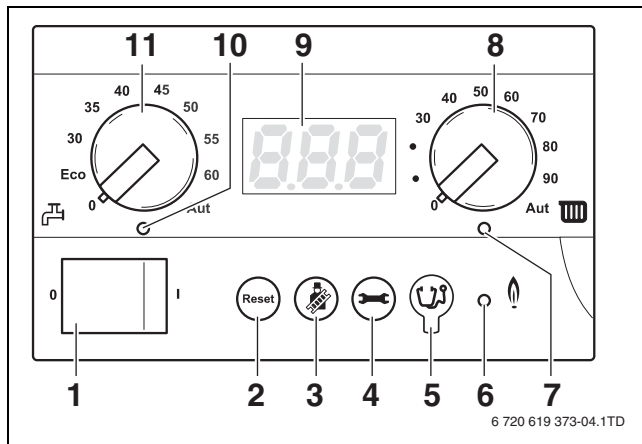

Bild 70 Basiscontroller BC10
- Heizungsanlage über dem Ein/Aus-Schalter des Basiscontrollers Logamatic BC10 (→ Bild 70, [1]) ausschalten.
- Heizungsanlage über dem Ein/Aus-Schalter des Basiscontrollers Logamatic BC10 (→ Bild 70, [1]) einschalten.
- Nach Aufleuchten der LED „Brenner“ (→ Bild 70, [6]) eine Minute warten, bis das Gerät auf Teillast brennt.
- ▶ Taste „Schornsteinfeger“ (→ Bild 70, [3]) drücken, bis der Punkt im Display erlischt.
- ▶ Heizungsanlage über dem Ein/Aus-Schalter des Basiscontrollers Logamatic BC10 (→ Bild 70, [1]) ausschalten.
- ▶ Heizungsanlage über dem Ein/Aus-Schalter des Basiscontrollers Logamatic BC10 (→ Bild 70, [1]) einschalten.
- ▶ Taste „Schornsteinfeger“ (→ Bild 70, [3]) drücken und gedrückt halten (ca. 2 Sekunden), bis der Punkt rechts unten im Display (→ Bild 70, [9]) erscheint. Siehe hierzu auch Tabelle 9 „Abgastest“, Seite 26.
- ▶ Nach Aufleuchten der LED „Brenner“ (→ Bild 70, [6]) eine Minute warten, bis das Gerät auf Volllast brennt.
- ▶ Taste „Schnornsteinfeger“ (→ Bild 70, [3]) drücken, um die Messung zu beenden. Siehe auch Tabelle 9 „Abgastest“, Seite 26.